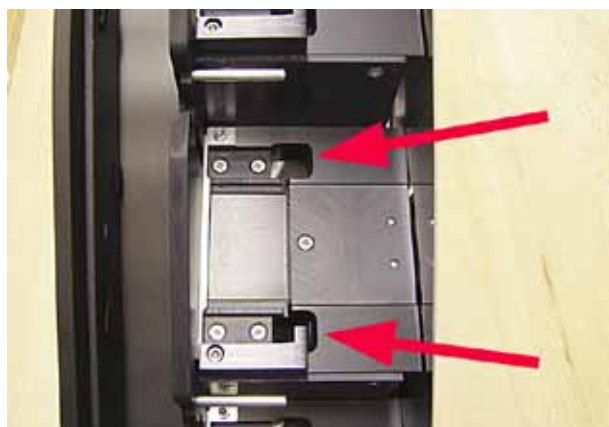

Fig. 44
- Estação de descarga (→ "Fig. 44")